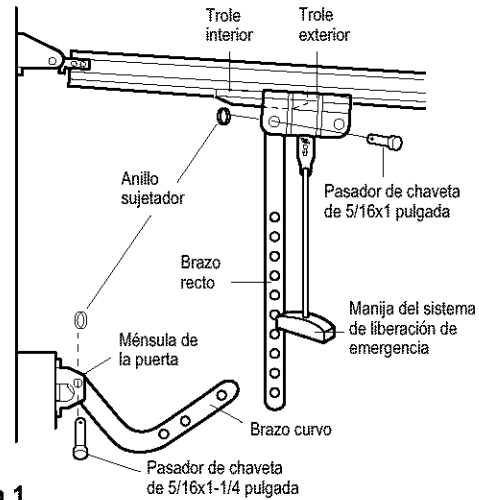

Figura 1
- Marque y taladre dos orificios de 0.78 cm (5/16 de pulg.) para los sujetadores a la derecha y a la izquierda. Sujete la ménsula al refuerzo vertical (si éste existe), como se muestra en la Figura 1.
• **Figura 1:**